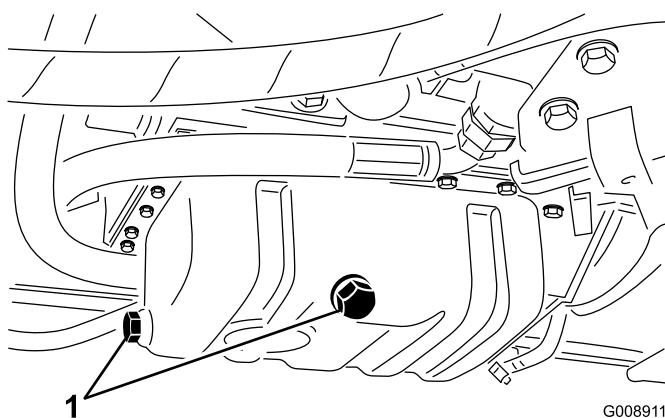

Рисунок 61
- Снимите любую пробку сливного отверстия (Рисунок 61) и дайте маслу стечь в сливной поддон;